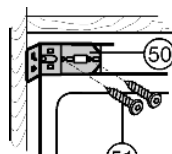
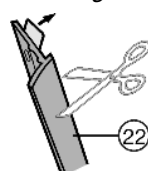

Fig. 16
Fig. 17
- Den Befestigungswinkel *Fig. 16 (50)* durch die Langlöcher locker mit dem Gerät verschrauben *Fig. 16 (51)*.
- Schutzfolie von der Abdeckleiste *Fig. 17 (22)* abziehen. Leiste auf der Geräteseitenwand griffseitig und frontbündig an der Unterkante des Befestigungswinkels *Fig. 16 (50)* ansetzen und ankleben.
- Abdeckleiste *Fig. 17 (22)* bei Bedarf unten kürzen.*